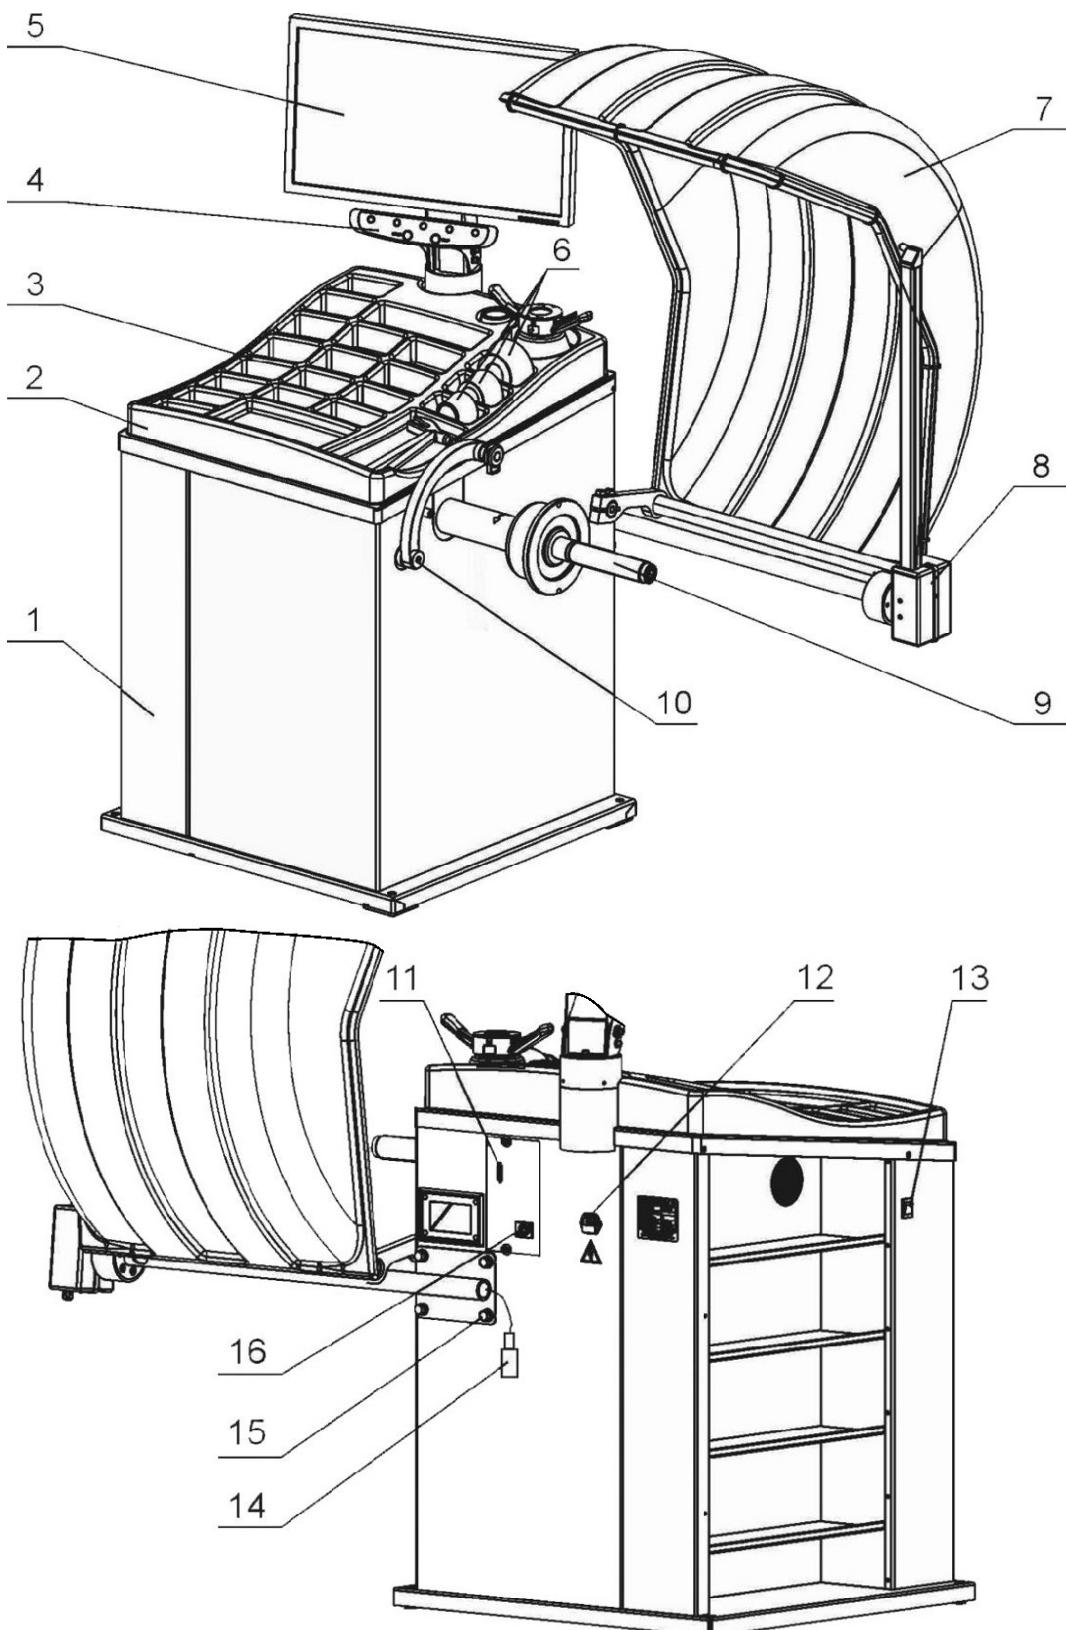

Рисунок 4.1
4.2.5 Закрепить вторую линейку 8 на корпусе с помощью 4-х болтов с шайбами 14 и подключить вилку линейки 14 к гнезду 16 (рисунок 4.1).
4.2.8 Подключить сетевой шнур к гнезду 12, расположенному на задней панели корпуса станка (рисунок 4.1), и к питающей сети, оборудованной розеткой с контактом заземления. Подключить монитор к питающей сети, оборудованной розеткой с контактом заземления, согласно эксплуатационной документации на него.
① Подключение станка и монитора к розетке без контакта заземления опасно для персонала и может привести к неточным измерениям и к поломке станка!